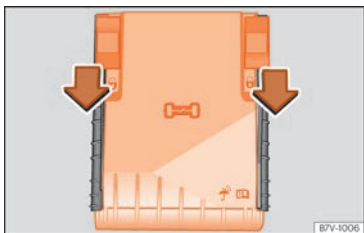

Fig. 62 Dans le compartiment moteur : cache du boîtier de fusibles.
- Déplacez les agrafes de fixation vers l'avant, dans le sens indiqué par la flèche pour déverrouiller le cache du boîtier de fusibles »» fig. 62.